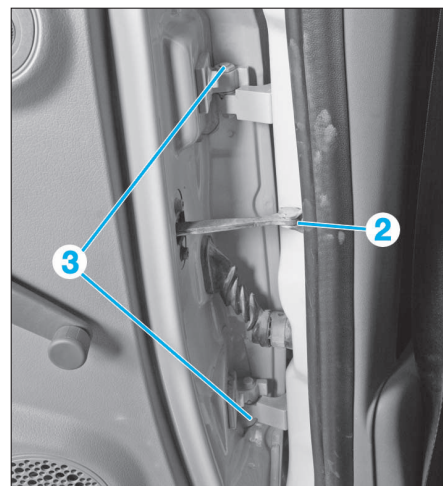

FIG. 85
- Déposer la vis du tirant de porte (2), puis les vis de fixation (3) de la porte (Fig.85).